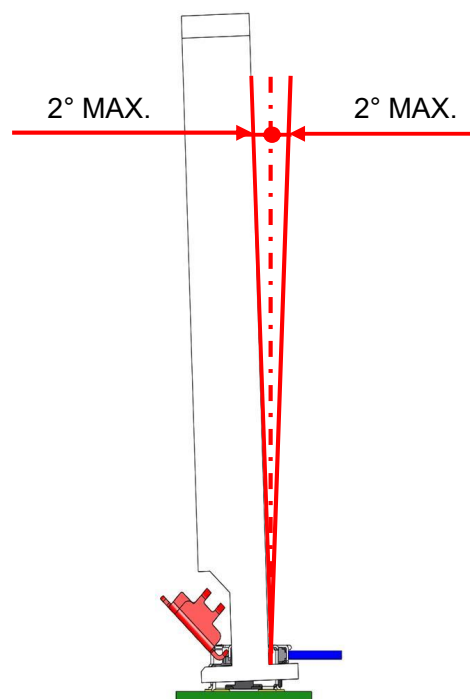

图.29 嵌合状态下的允许撬动角度
- 连接器嵌合状态下的允许撬动角度（电缆拉出方向的倾斜）如图 29 所示。